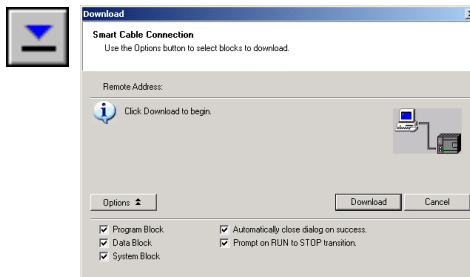

图2-10 下载程序
1. 单击工具栏上的“下载”图标或选择文件（File）> 下载（Download）菜单命令来下载程序。参见图2-10。